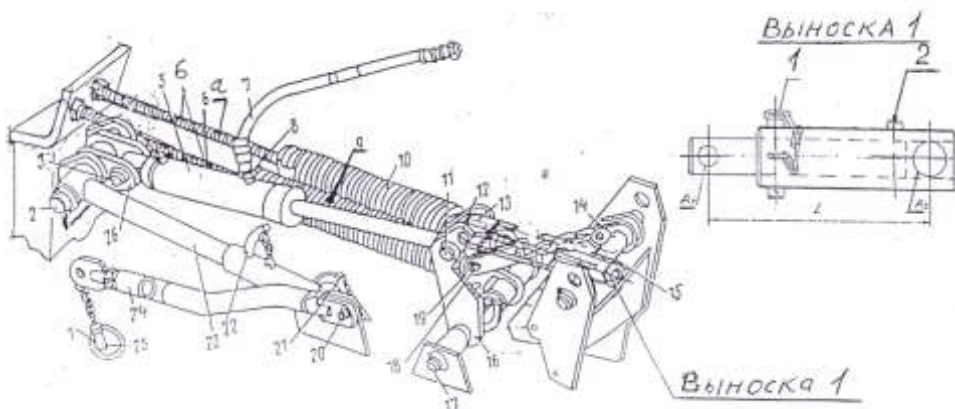

Рис. 10 Механизм уравновешивания и гидрооборудования
5.3.4.Регулирование механизма уравнивания режущего аппарата (рис.10).
5.3.6. Регулирование транспортной тяги (рис.10).
- 6.5.** Штырь 22 (рис.10) телескопического стопорного устройства должен быть вынут из отверстия.
- 6.11.** Только для КРН-2.1 с защитным кожухом. При работе на участках с уклоном необходимо ослабить натяжение пружин 9 с помощью шпилекб (рис.10), вынуть штырь из отверстия 2 (положение для работы на ровных участках (рис.10 выноска 1). После окончания работ зафиксировать штырь в отверстие 2 и подтянуть пружины 9